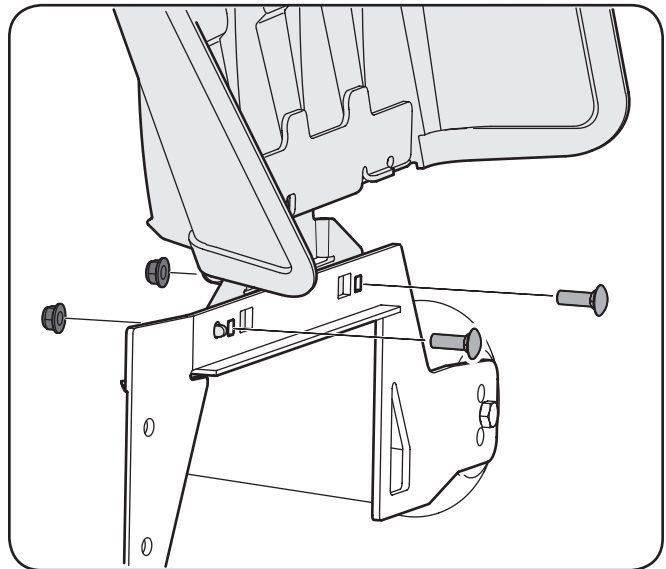

Figure 3-5
1. Retirez les boulons de carrosserie et les écrous autobloquants du support de montage sur le plateau de coupe. Voir Figure 3-5.
2. Utilisez la quincaillerie retirée à l'étape précédente pour installer le déflexeur d'éjection. Voir Figure 3-5.